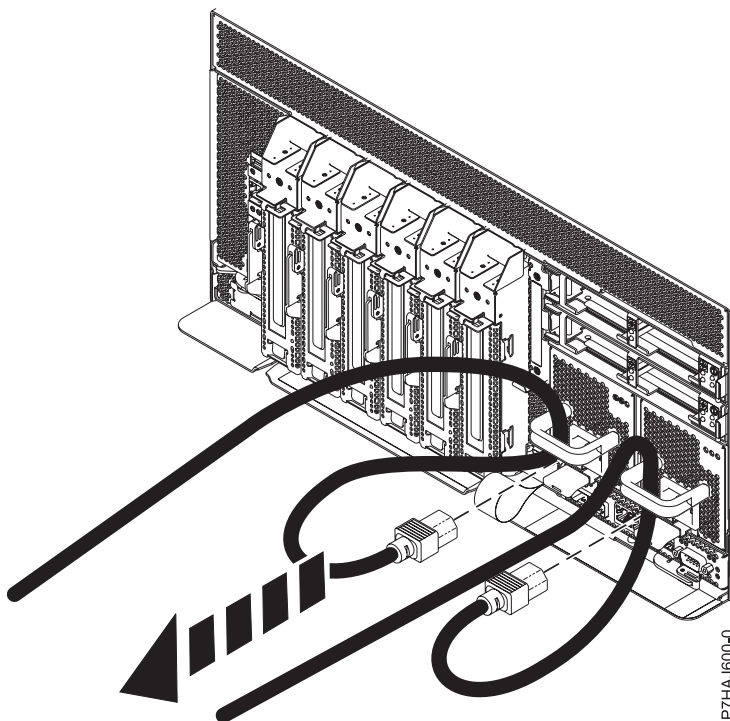

Figure 33. Retrait des cordons d'alimentation
3. Déconnectez les cordons d'alimentation de l'unité centrale comme illustré à la figure 33.